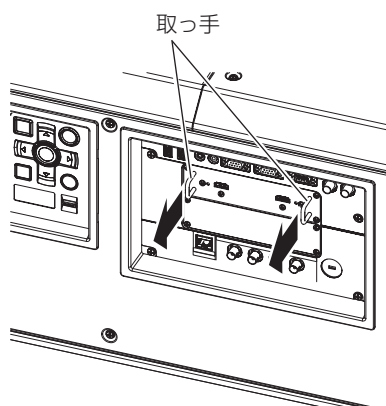

図1
1) スロットカバーを取り外す（図1）
1) インターフェイスボードを取り外す (図1)